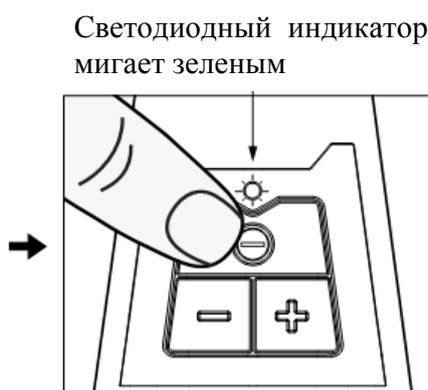

Рисунок 2
2. Нажмите кнопку включения / выключения « \ominus » на кнопочной панели для включения шлифовальной машины. После включения светодиодный индикатор начинает мигать зеленым светом; смотрите рисунок 2.